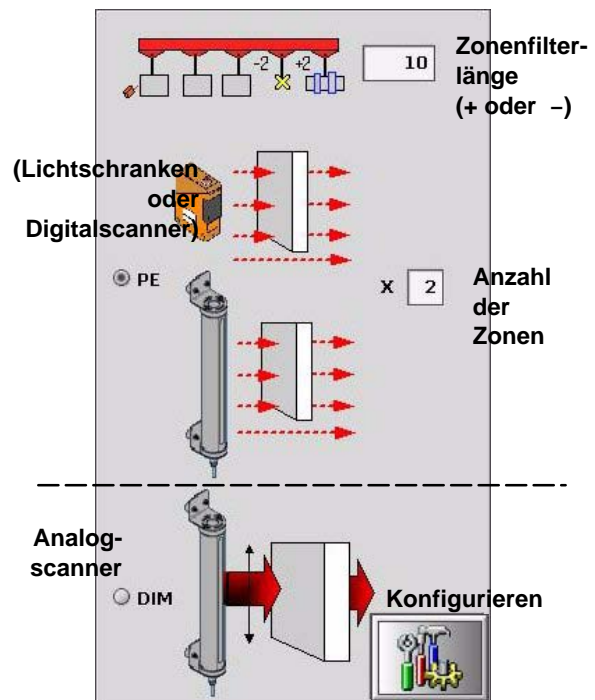

Abb. 3-18 Einstellungen für Zonenfilter und Zonenlichtschranken oder Scanner
Siehe Abbildung 3-18. Der Zonenfilter ist eine Strecke in Zoll oder Millimeter, die zum Zonensignal addiert oder davon subtrahiert wird, um die Produktlänge zu vergrößern oder zu verringern.
Siehe Abbildung 3-18. Bei Verwendung von Zonenlichtschranken oder diskreten Scannern für die Zonenerkennung das Optionsschaltfeld **PE** wählen, dann die **Anzahl der Zonen** eingeben (Anzahl der Lichtschranken oder Scannerzonen (1 bis 8)).
3. Siehe Abbildung 3-18. Das Optionsschaltfeld **DIM** wählen und danach das Schaltfeld **konfigurieren** berühren.